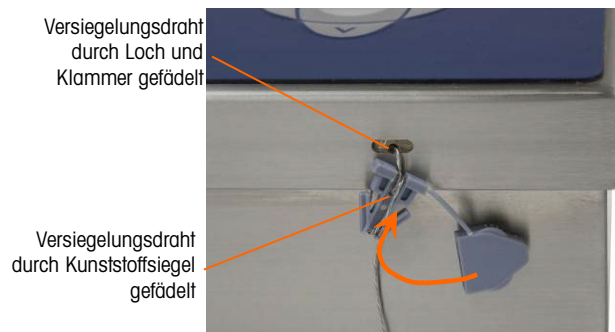

Abbildung A-73: Siegel eingefädelt und zum Verschluss bereit
Einzelheiten zum Versiegeln des IND246-Terminals entnehmen Sie Abbildung A-73. Befolgen Sie außerdem diese Schritte:
3. Fädeln Sie das Ende des Drahtkabels durch das Loch im Kunststoffsiegel (siehe Abbildung A-73), beseitigen Sie noch eventuell vorhandenes Kabelspiel und lassen das Siegel einrasten.